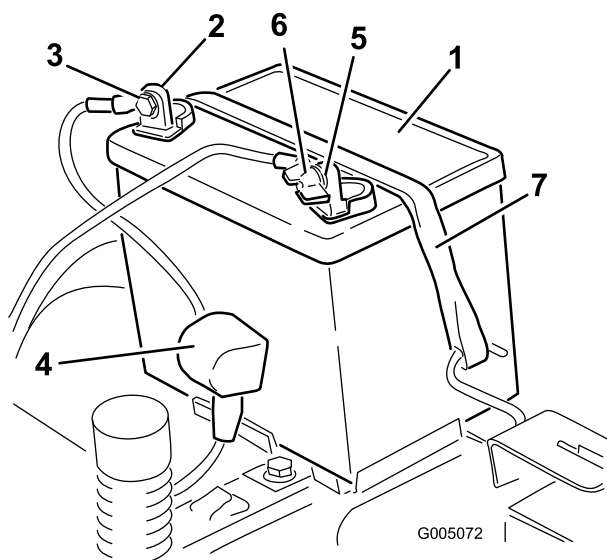

Figure 36
4. Débranchez le câble négatif (noir) de mise à la masse de la borne de la batterie (Figure 36). Conservez toutes les fixations.
5. Repoussez le capuchon en caoutchouc sur le câble positif (rouge). Débranchez le câble positif (rouge) de la borne de la batterie (Figure 36). Conservez toutes les fixations.
6. Enlevez la sangle de maintien de la batterie (Figure 36) et ôtez la batterie de son support.
1. Placez la batterie sur son support (Figure 36).
5. Fixez la batterie en place à l'aide de la sangle de maintien (Figure 36).